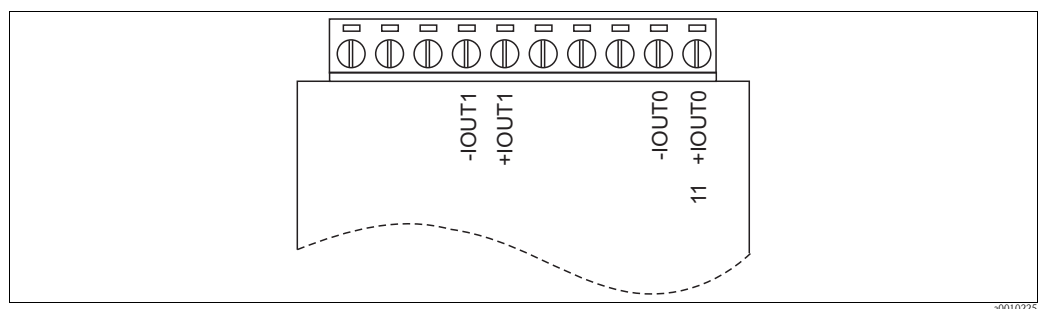

Abb. 13: Anschluss der Signalausgänge
3. Schließen Sie die Signalkabel an die Analogmodule an (s. Abb. 13).